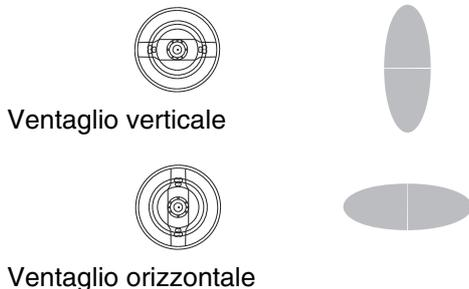

FIG. 18. Posizioni del cappello aria
3. Dopo aver allentato l'anello di sicurezza, ruotare il cappello di polverizzazione per un ventaglio di spruzzatura verticale o orizzontale. Vedere FIG. 18.